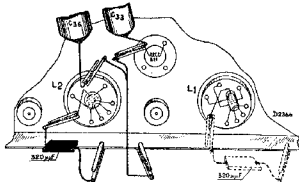

Fig. 4
2. Sluit C33 en C36 kort (fig. 4).
3. Verbind condensator van 320  $\mu\text{F}$  tussen anode L2 en chassis (fig. 4).